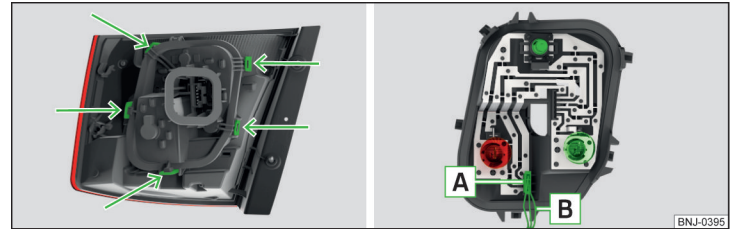

Abb. 292 Äußerer Teil der Leuchte / Halter mit Glühlampen
- › Den Lampenhalter in mit Pfeilen gekennzeichneten Bereichen entriegeln » Abb. 292 und aus der Leuchte herausnehmen.
- Vor dem Einsetzen des Lampenhalters in die Leuchte prüfen, ob der Stecker **A** » Abb. 292 zwischen der Leuchte und dem Lampenhalter korrekt aufgesteckt ist.